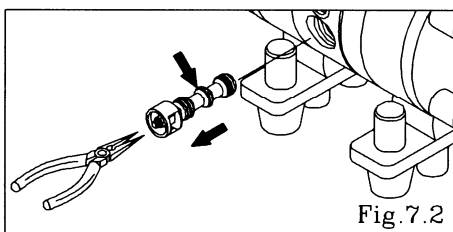

Fig.7.2
- Extraiga el conjunto de la válvula de carrete utilizando las pinzas y quite el anillo de junta del conjunto de la válvula de carrete C. [Fig. 7.2]